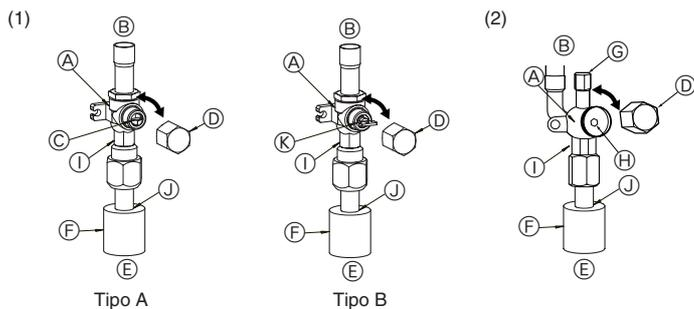

Fig. 4-5
(1) Lado del gas de P100-P140 (Fig. 4-5)